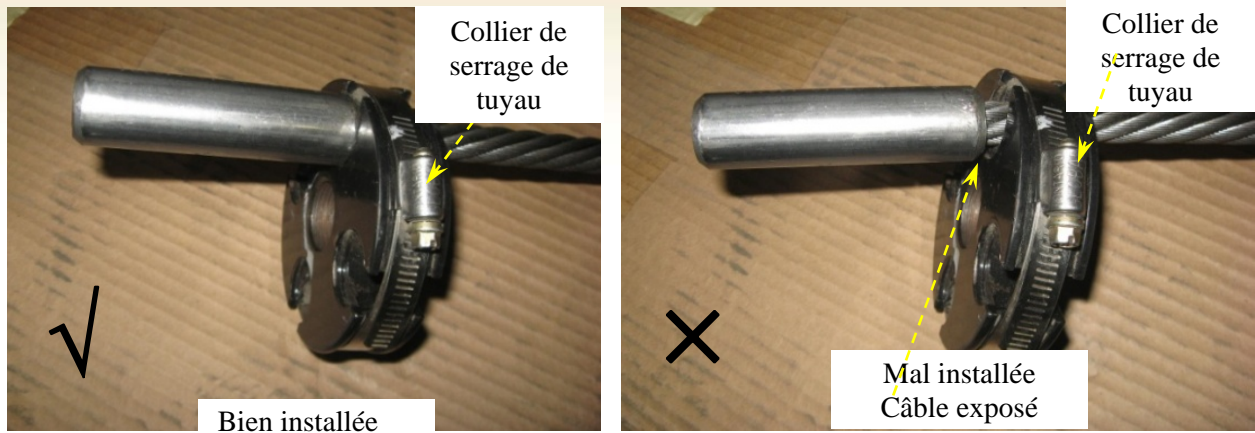

Figure 2
- 1) Assurez-vous que l'extrémité rigide du câble soit bien assise dans la bague de câble (Figure 2).
- 2) Assurez-vous que le collier de tuyau est bien serré et en bon état (Figure 2).